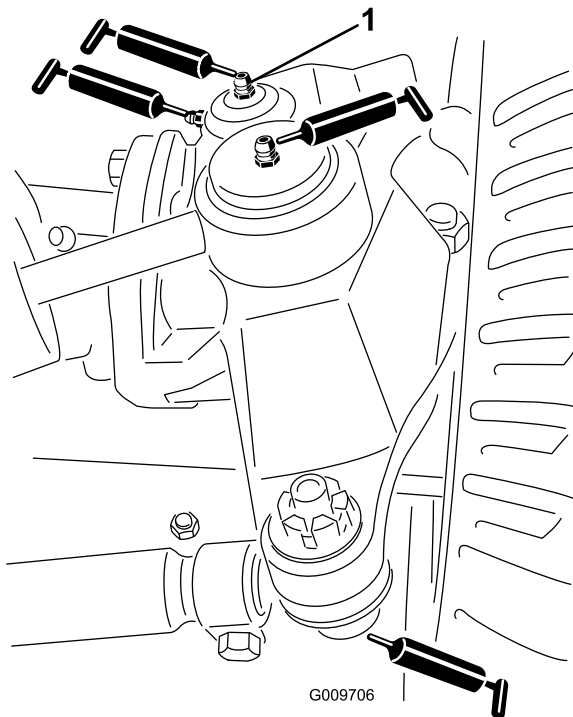

Bild 48
- Lenkzylinder-Kugelgelenke (2) (Bild 48)
- Spurstangen-Kugelgelenke (2) (Bild 48)
- Achsschenkelbüchsen (2) (Bild 48) **Fetten Sie das obere Anschlussstück am Achsschenkel nur einmal jährlich (2 Pumpen).**